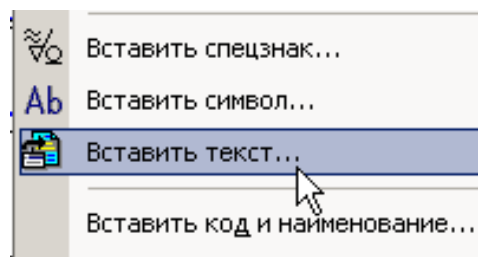

Рис. 58
7. Заполните «Основную надпись» по ГОСТ 2.104-68. В меню выберите **Вставка – Основная надпись** или дважды щелкните по основной надписи. Для заполнения графы «Материалы» поместите курсор в графу, нажмите правую кнопку мыши, из контекстного меню выберите **Вставить текст**, рис. 58.